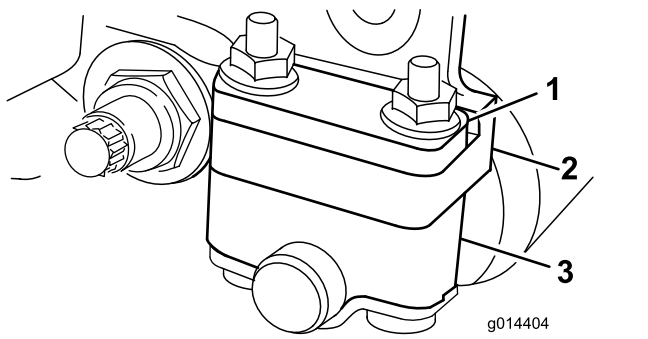
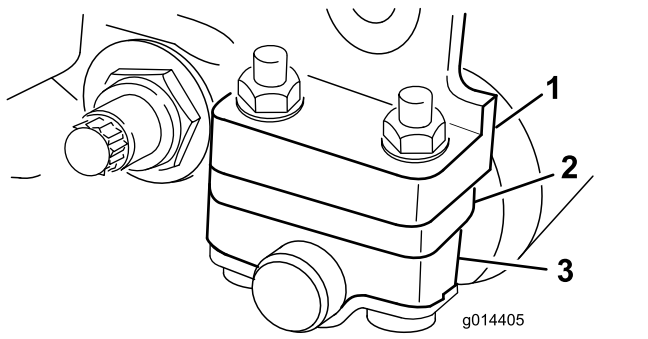

图15
图16
根据您想要的剪草高度范围需要将后滚筒支架图15 或 图16 调整到较低或较高的位置
- 如 图15 所示当剪草高度设置介于 1.56mm 之间时将隔片放在侧板安装法兰的上方出厂设置。
- 如 图16 所示当剪草高度设置介于 325mm 之间时将隔片放在侧板安装法兰的下方出厂设置。
4. 需要时将隔片放入滚筒支架上方或下方的螺栓上 图 15 或 图 16。